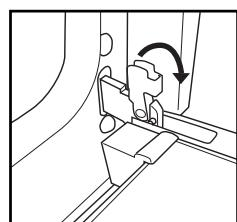

Fig. 1
2. Levante las sujetacables y empújelas al máximo hacia delante (Fig. 1).